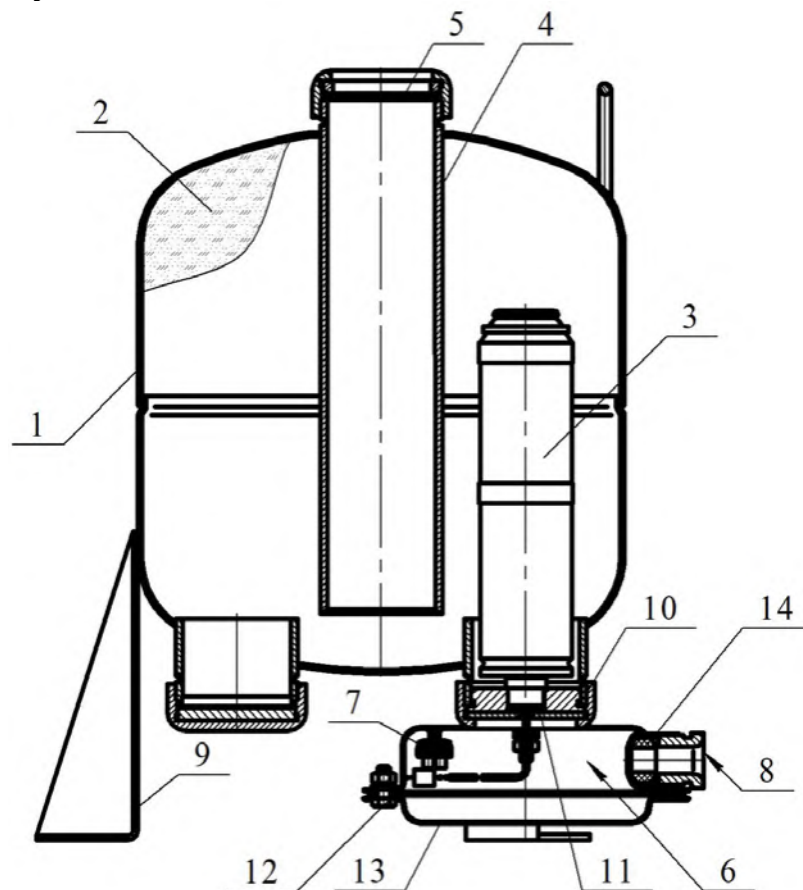

Рисунок 1
МПП (см. рисунок 1) состоит из корпуса **1**, в котором размещаются огнетушащий порошок (ОП) **2** и источник холодного газа (ИХГ) **3**. В верхней части корпуса находится насадок-распылитель **4**, который также выполняет функцию сифонной трубки при выпуске ОП из корпуса. Выходное отверстие насадка-распылителя перекрыто мембраной **5**. Соединительные провода элемента электропускового ИХГ выведены в коробку **6** через герметизированный узел в корпусе МПП, обеспечивающий требуемую (не ниже IP67) степень защиты от внешних воздействий. Наружные концы проводов элемента электропускового скручены и опломбированы. Присоединение их к зажиму контактному винтовому **7**, установленному в коробке **6**, производится при монтаже. Электрические зазоры и пути утечки между изолированными токоведущими частями (контактных зажимов и проводников) составляют 3 мм. Монтажный кабель через кабельный ввод **8** входит в коробку **6** и подключает-
2.1.3 Через резиновую прокладку **12** (см. рисунок 1) на корпус МПП установить крышку **13** и закрепить соединение гайками.